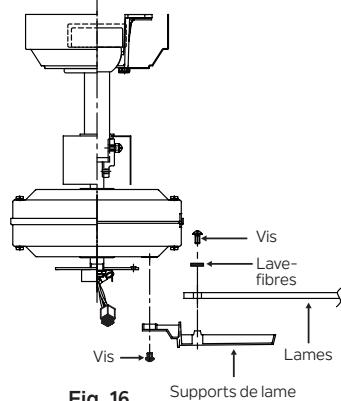

Fig. 16
Étape 1. Fixez une lame à un support de lame à l'aide des vis et des lave-fibres fournies. (Fig. 16)
Étape 2. Fixez chaque lame à l'appareil à l'aide des vis de montage « pré-installées » dans le support de la lame. (Fig 16)